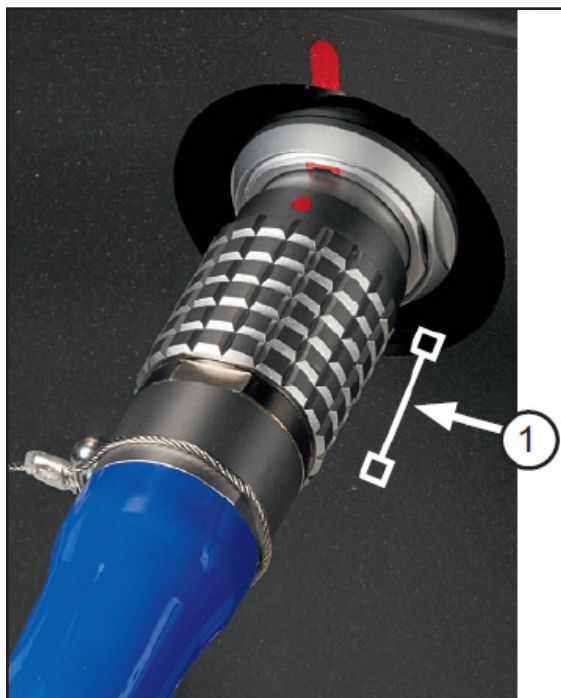

Figura 17. Deconectarea liniei electrice a cablajului cutiei de joncțiune
- a. Deconectați linia electrică de la priza de curent de pe consolă, trăgând de mânerul canelat identificat prin punctul din Figura 17.
- a. Deconectați linia electrică de la priza de curent de pe cutia de joncțiune, trăgând de mânerul canelat identificat prin punctul din Figura 17.
- a. Deconectați linia electrică de la priza de curent de pe panoul de conexiune mobilă, trăgând de mânerul canelat identificat prin punctul din Figura 17.